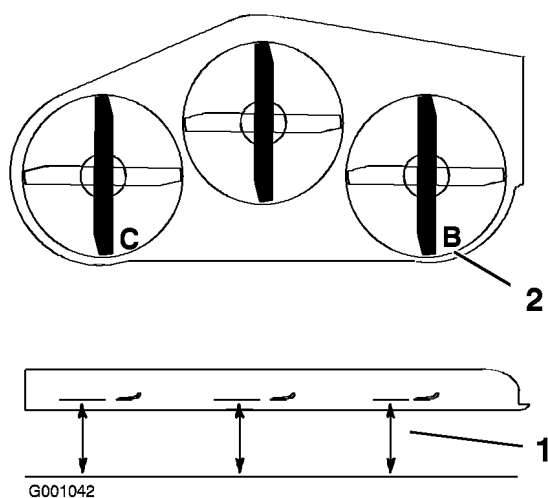

Figure 67
1. Tournez la lame droite dans le sens longitudinal (Figure 67).
2. Mesurez la distance au point **B** entre la surface plane et le tranchant de la pointe de la lame droite (Figure 67).
4. Tournez la lame gauche dans le sens longitudinal (Figure 67).
5. Mesurez la distance au point **C** entre la surface plane et le tranchant de la pointe de la lame gauche (Figure 67).